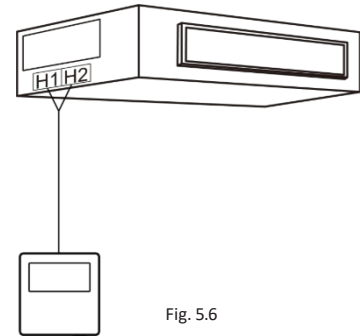

Fig. 5.6
1) La Fig. 5.6 muestra la instalación del mando con cable.